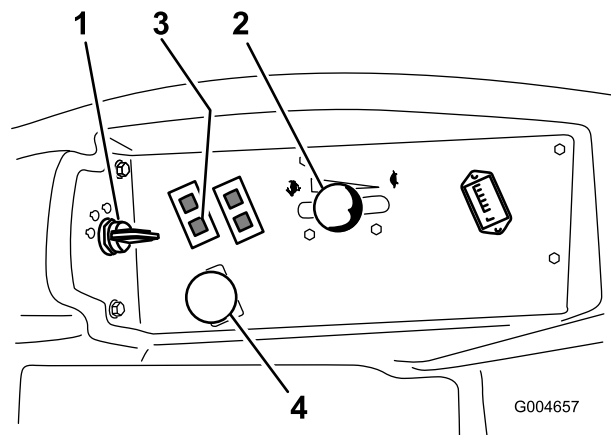

Bild 15
4. Stellen Sie den Zapfwellen-Schalter in die Aus-Stellung (Bild 15).
5. Bewegen Sie den Gasbedienungshebel in die Mittelstellung zwischen Langsam und Schnell (Bild 15).